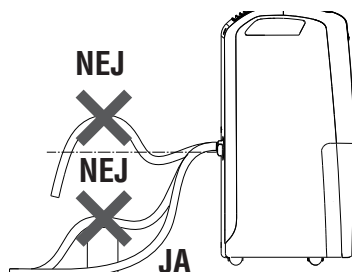

fig. 5
- 3) Kontroller at røret ikke er længere end munden **2**'s højde (fig. 5). I modsat tilfælde resterer vandet i dunken; kontroller også at røret ikke er forsnævret.